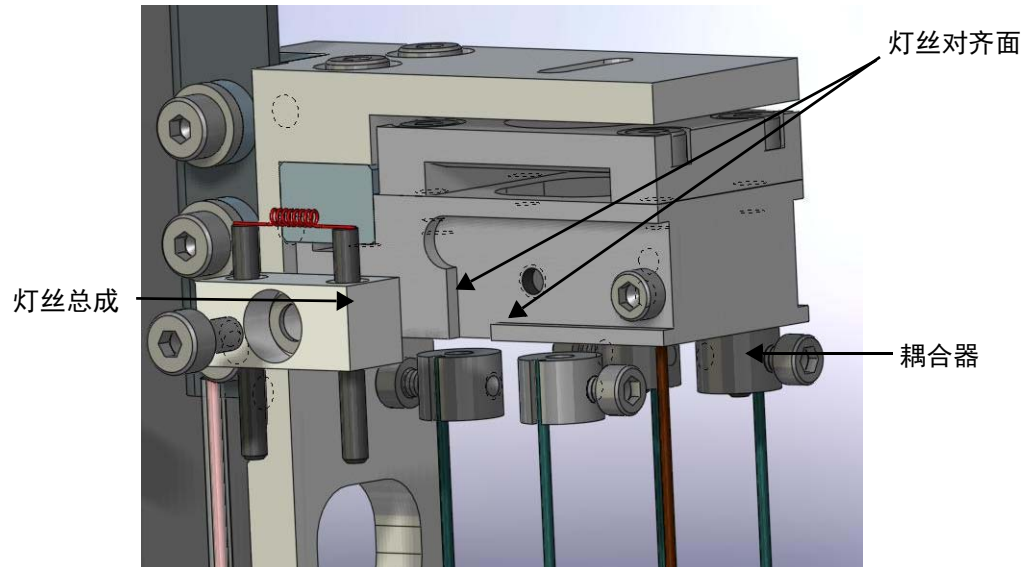
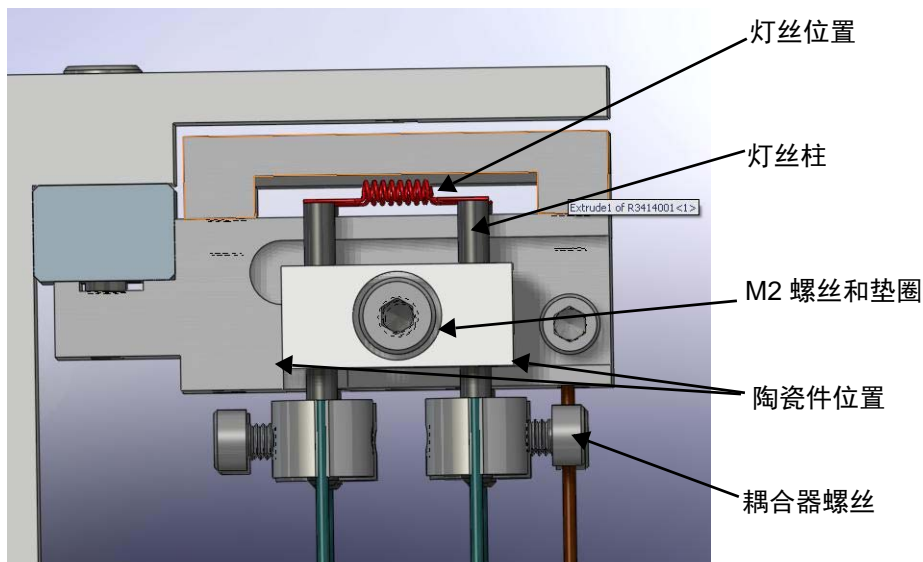
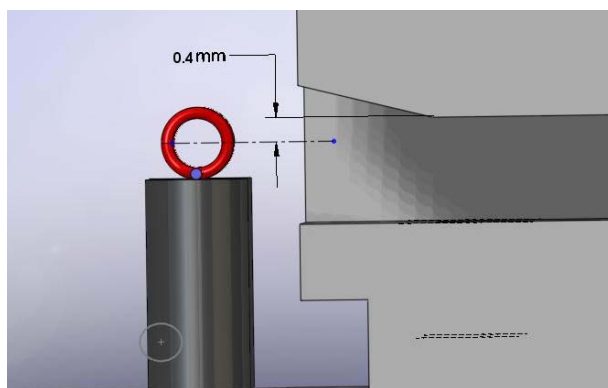

图 B-84 耦合器和灯丝总成
图 B-85 灯丝位置
图 B-86 灯丝对齐
14. 沿轨道滑动陶瓷件，抵住离子腔的底部及侧面（图 B-84 和图 B-85）。灯丝的正确定位对于谱仪的适当操作至关重要。
15. 将灯丝固定到位，插入 M2 螺丝垫圈并拧紧（图 B-85）。
16. 将耦合器螺丝拧到灯丝柱上（图 B-85）。
17. 目测验证陶瓷件是否紧紧抵住底部和右侧防滑条。确保灯丝处于离子源的插槽内，如（图 B-85 和图 B-86）所示。